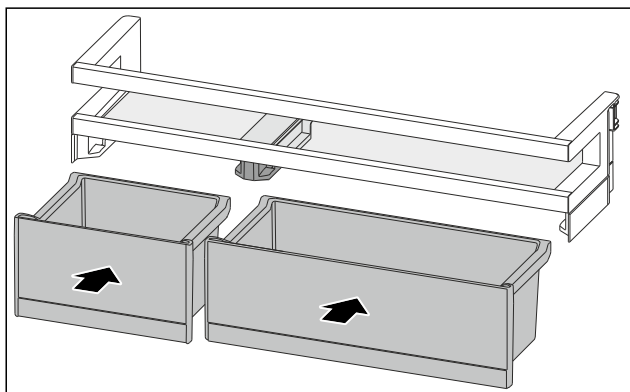

Fig. 88
- ▶ Umetnite kutije VarioBox izmijenjenim redoslijedom. (pogledajte Fig. 88)